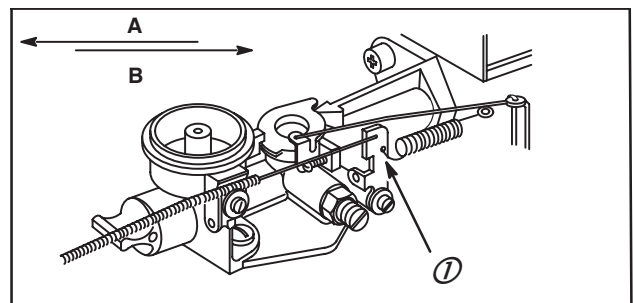

Fig. 17
Accrocher le ressort dans ce trou (1), Fig. 17.